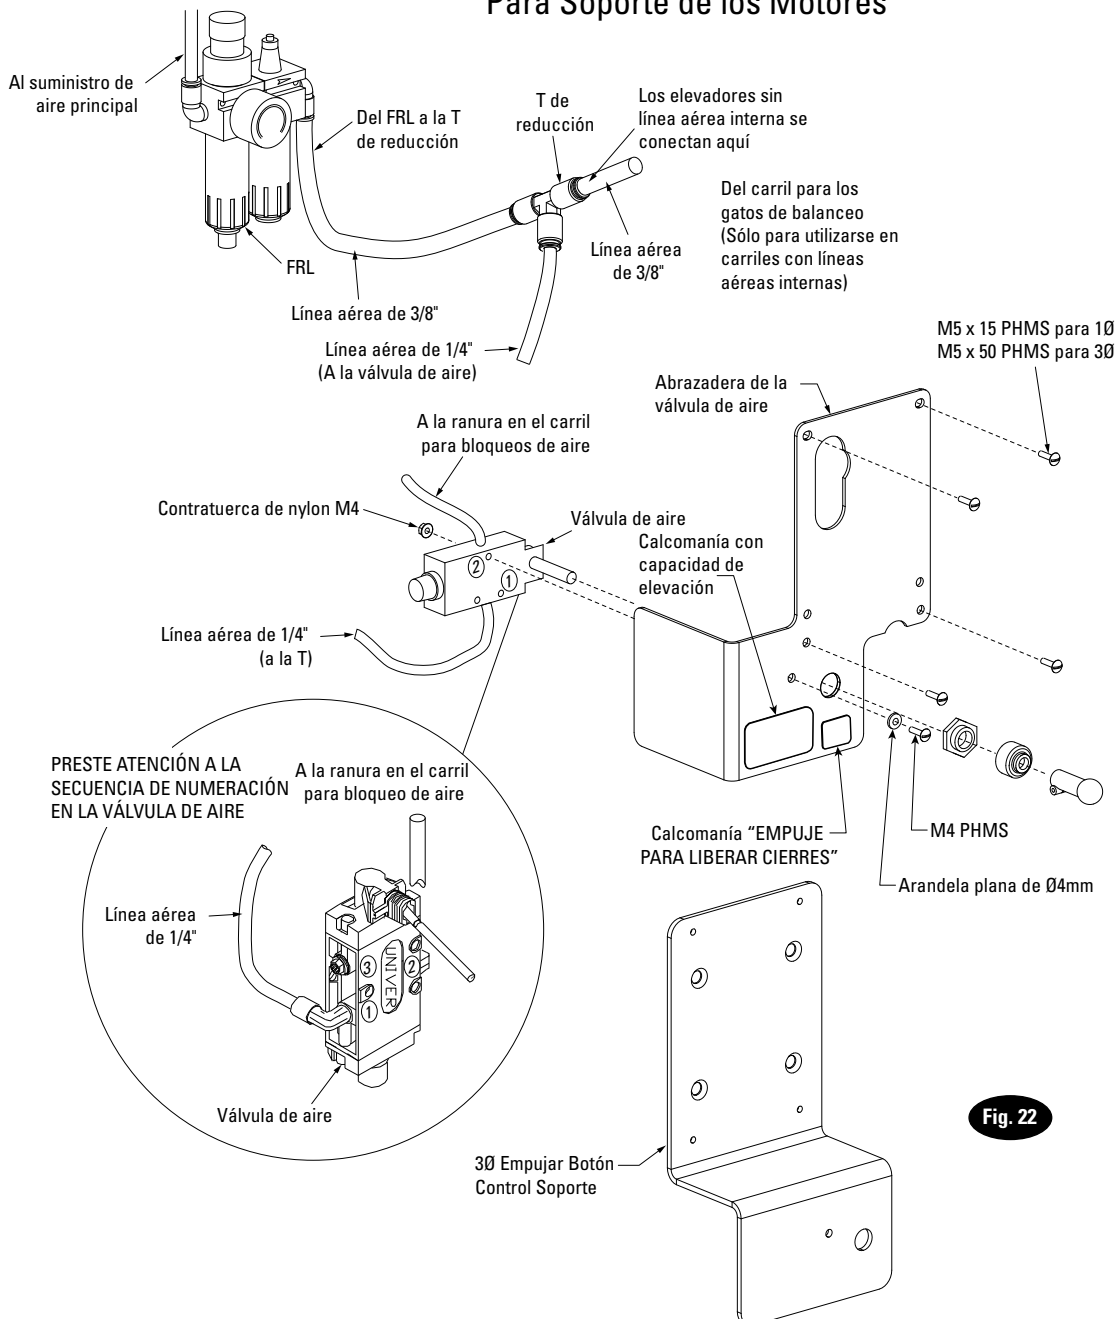
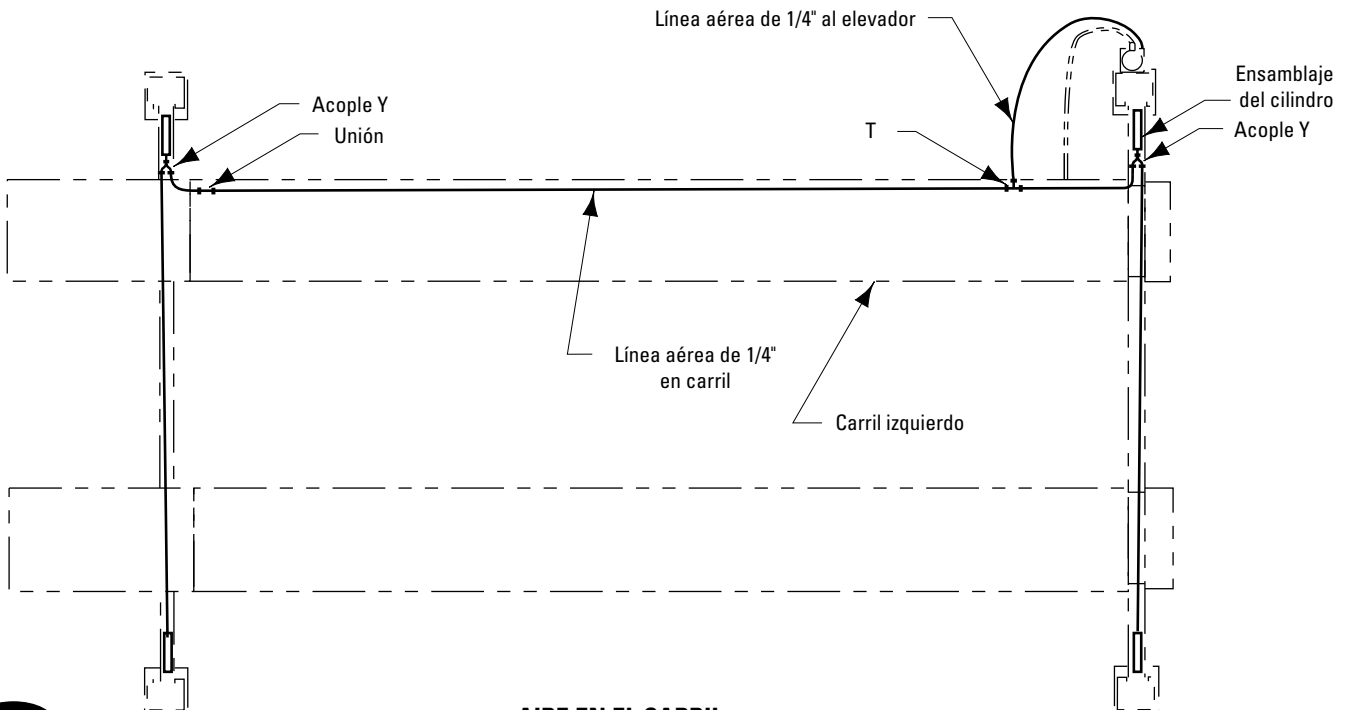

Fig. 22
Fig. 25
- D. Pase la manguera hidráulica del carril a través de la ranura al lado del codo del carril, Fig. 22. NO utilice cinta Teflón en las conexiones de la manguera hidráulica. Limpie el codo y la manguera. Inspeccione todas las roscas para ver si están dañadas y los extremos de las mangueras para asegurarse de que estén prensadas. Una la manguera al codo utilizando el Procedimiento de Ajuste de Accesorios de Montaje.
- Pase 3/8" de la línea aérea desde la fuente principal de aire de la instalación al FRL. Coloque una línea de aire de 3/8" desde el FRL hasta la Tee reductora, Fig. 22.
- Conecte la válvula de aire a la T de Reducción, Fig. 22. Corte la tubería de 1/4" de la línea neumática con una hoja afilada a la longitud requerida. La tubería debe cortarse a escuadra y sin rebabas.
- Una la válvula de aire al soporte aéreo (or 3Ø Push Button Control Bracket when used), Fig. 22.
Retire la calcomanía de advertencia del motor de la tapa del motor. Quite los tornillos de la cubierta del motor. Coloque el soporte de la válvula aérea en la cima de la cubierta del motor de manera que el interruptor de elevación sobresalga a través del orificio en el soporte de la válvula aérea. Monte el soporte de la válvula aérea y la cubierta del motor con la monofásica existente (4) M5 x 50 PHMS tornillos de la cubierta del motor, Fig. 22.
- F. Coloque la etiqueta adjunta NP280 ("PRESIONE PARA LIBERAR LOS SEGUROS") y NP864 (CAPACIDAD DE ELEVACIÓN) debajo del botón en el soporte de la válvula aérea, Fig. 22. Pase 1/4" de la línea aérea desde la válvula aérea hacia la ranura en el carril fijo. Corte la línea aérea y una una T, Fig. 25, 22.
- G. Pase 1/4" de línea aérea desde la T en el yugo frontal a través de la salida de aire en la válvula de aire, Fig. 22, y Fig. 25.
- H. Si el elevador tiene aire interno, quite el enchufe de la T de reducción y conecte la línea de la bobina de 3/8" dentro del carril, Fig. 22.